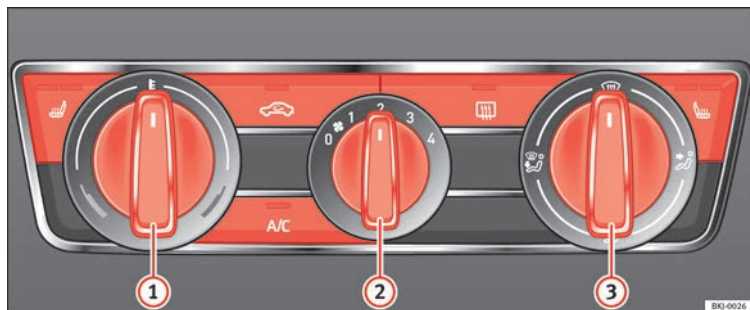

Fig. 175 Mandos del aire acondicionado en el tablero de instrumentos.
- Desconecte el sistema de refrigeración con la tecla **A/C** » **fig. 175** (se apaga el testigo de la tecla).
- Gire el regulador de temperatura » **fig. 175** ① para ajustar la temperatura deseada en el habitáculo.
- Con el regulador de la distribución de aire » **fig. 175** ③ dirija el caudal de aire en la dirección que desee:  (hacia el parabrisas),